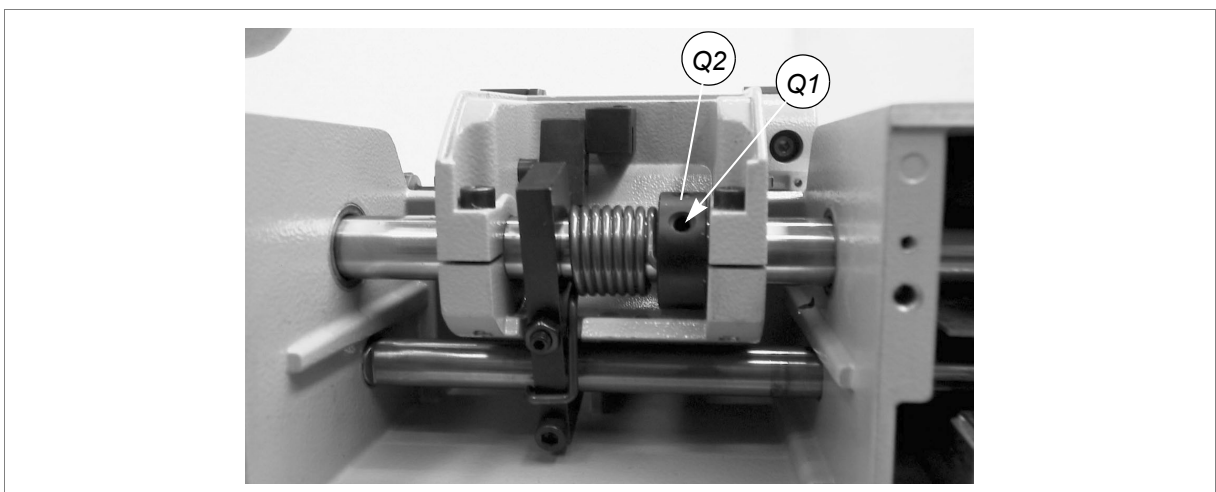

Fig. 49
- 13) Draai de schroef (Q1) van de moer (Q2) van de veer los (fig.49, pag.29).